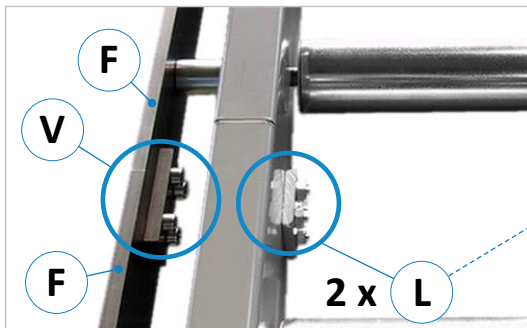

Abbildung 7: Flachstahl & Segmente verbinden
- Danach müssen die gelieferten Rollenbahn-Segmente auf der Vorder- und Hinterseite mit den beiden Verbindungslaschen (L) durch Verschraubung miteinander verbunden werden (siehe ⇒ Abbildung 7).
Die vertikal montierten Führungsfachstähle (F) der Rollenbahn mit der angeschraubten Verbindungslasche (V) fest miteinander verschrauben (siehe ⇒ Abbildung 7). Beim Anbringen der Verbindungslasche (V) ist darauf zu achten, dass die Flachstähle exakt bündig zueinander fluchten → Der Luftspalt zwischen den Flachstählen sollte so gering wie möglich sein.